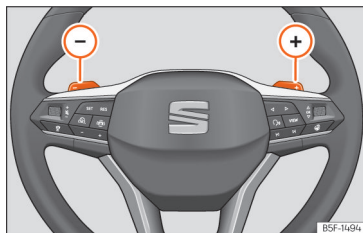

Fig. 123 Volante: alavancas para mudança automática de velocidades.
- Pressione a alavanca de mudanças  para engrenar uma velocidade mais alta »» **Fig. 123**.